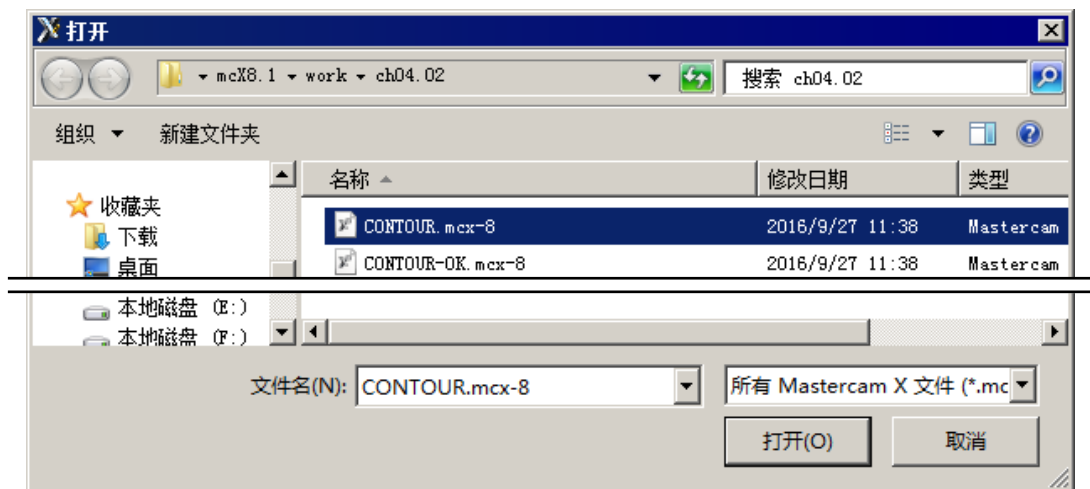

图 4.2.2 “打开”对话框
Step1. 打开原始模型。选择下拉菜单 **文件(F)** → **打开(O)...** 命令，系统弹出图 4.2.2 所示的“打开”对话框。在“查找范围”下拉列表中选择文件目录 D:\mxc8.1\work\